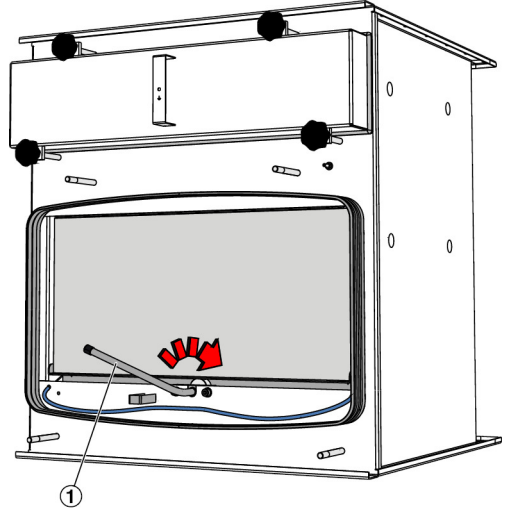

Abb. 9: Anpressvorrichtung lösen
4. ▶ Anpressvorrichtung durch Drehen des Hebels (Abb. 9/1) im Uhrzeigersinn entspannen.
5. ▶ Anpressvorrichtung lösen, Abb. 9